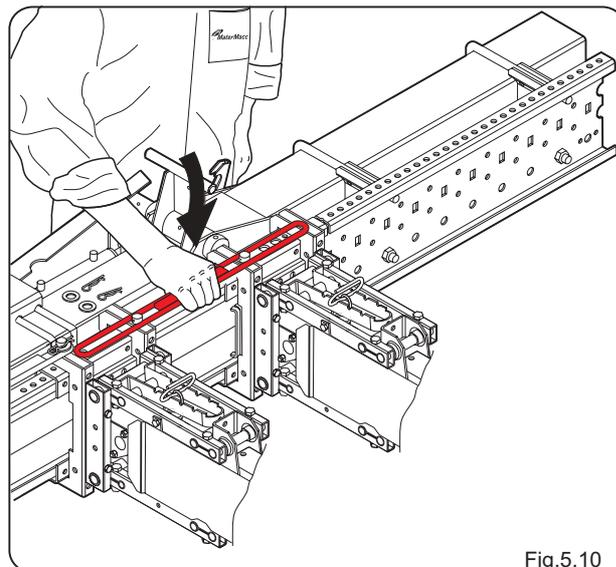

Fig.5.10
- Fixer les butées à l'aide des rondelles et des goupilles à **R**, enlevées auparavant (Fig.5.10).
Les Fig. 5.10.a-b-c montrent qu'il est possible de transformer la même machine de 6 rangs 45 (Fig.5.10.a) à 6 rangs 60 (Fig.5.10.b) ou bien à 6 rangs 75 (Fig.5.10.c).